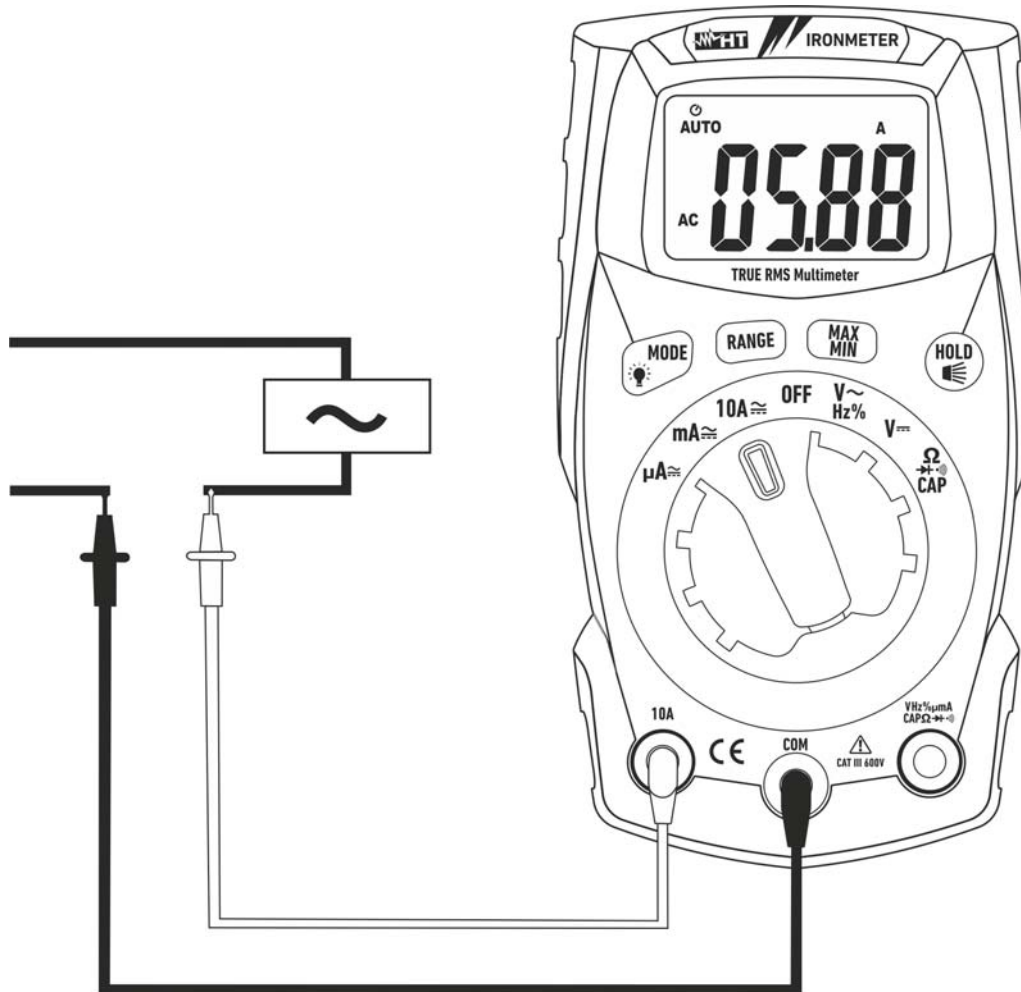

Abb. 9: Verwendung des Gerätes für Wechselstrommessung
4. Verbinden Sie die rote und die schwarze Messleitung in Reihe mit dem Kreis, dessen Strom Sie messen möchten, und dabei achten Sie auf die Strompolarität und -richtung (siehe Abb. 9).